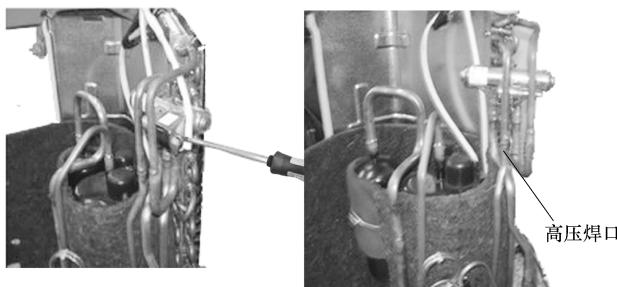

图 5-36 四通阀的拆卸
6) 四通阀的拆卸。拧下固定四通阀线圈的螺钉，然后焊下高压焊口与其余焊口，即可取下四通阀。四通阀的拆卸如图 5-36 所示。